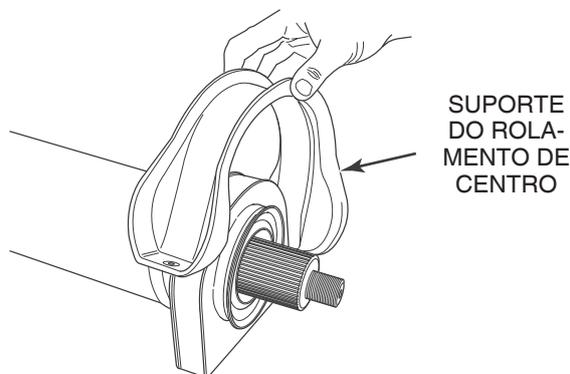

Figura 9.9
1. Remova e descarte o suporte do rolamento de centro. Figura 9.9.